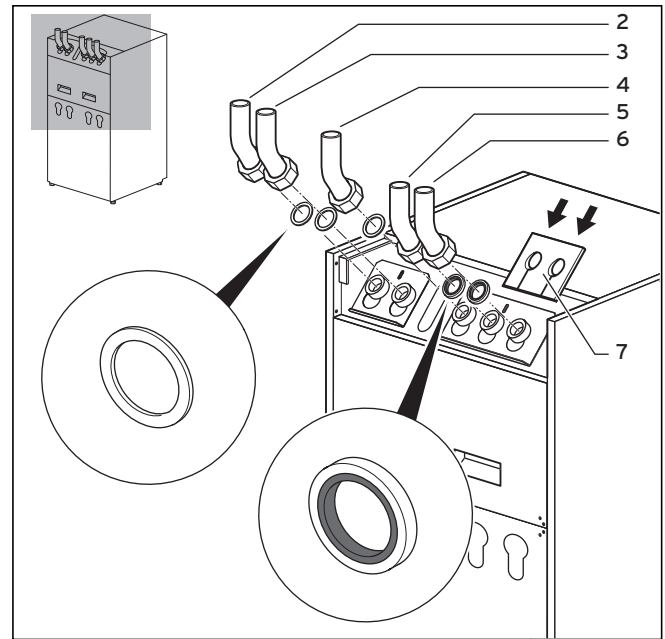

Abb. 5.6 Anschlusswinkel montieren
Falls an den Anschlüssen des Solekreises/Brunnenwasserkreises (→ **Abb. 5.6, Pos. 5 und 6**) nicht die Dichtungen mit Metallstützring verwendet werden, kann es zu Undichtigkeiten kommen!
- Die Rohrinstallation und die Verwendung der Dichtungen muss gemäß → **Abb. 5.6** erfolgen.
Legende zu Abb. 5.6
- Schließen Sie die Vorlaufleitung an (→ **Abb. 5.6, Pos. 2**).
- Schließen Sie die Rücklaufleitung an (→ **Abb. 5.6, Pos. 3**).
- Schließen Sie die Soleleitungen an die Wärmepumpe an (→ **Abb. 5.6, Pos. 5 und 6**).
- Montieren Sie die zur Wärmedämmung des Anschlussblechs vorgesehene Isoliermatte (→ **Abb. 5.6, Pos. 7**).
- Schließen Sie die Brunnenwasserleitungen an die Wärmepumpe an (→ **Abb. 5.6, Pos. 5** und **6**).
- Wenn ein externer Warmwasserspeicher angeschlossen werden soll, schließen Sie den Rücklauf des Warmwasserspeichers an (→ **Abb. 5.6, Pos. 4**).